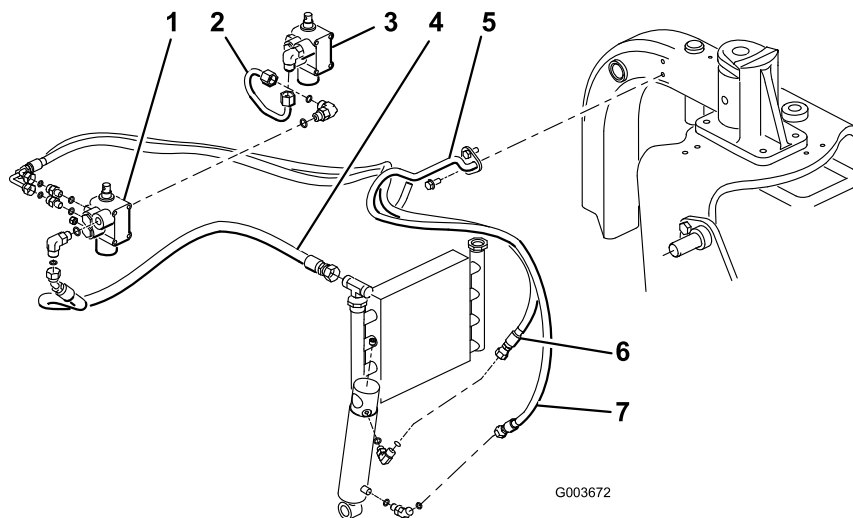

図 14
プをかぶせるとよい。キャップは、チューブ・アセンブリ（108-8447）についていた保護用のキャップを取り外して使用するとよい（図 14）。
4. 新しいバルブの左側についている90° フィッティングと既存の昇降バルブのフィッティングとを、チューブ・アセンブリ（P/N 108-8447）で接続する（図 14）。
5. 油圧ホースについている45° フィッティング（P/N 108-8449）を、バルブ側の90° フィッティングに接続し、ホース側のストレート端を空になったオイル・クーラのフィッティングに接続する（図 14）。ホースの接続については、図 15と図 16を参照のこと。
6. タップねじ2本（5/16 x 3/4 インチ）を使って、左側フレームのチューブにワイヤ・ホース・ホルダを取り付ける（図 14）。
7. 油圧ホースについている短い90° フィッティング（P/N 108-8453）を、バルブ後部の上にあるストレート・フィッティングに接続する。ワイヤ・ホース・ホルダに油圧ホースを通し、ホースのストレート端を油圧シリンダの上側フィッティングに接続する（図 14）。ホースの接続については、図 15と図 16を参照のこと。
8. 油圧ホースについている長い90° フィッティング（P/N 108-8454）を、バルブ後部の下側にあるストレート・フィッティングに接続する。ワイヤ・ホース・ホルダに油圧ホースを通し、ホースのストレート端を油圧シリンダの下側フィッティングに接続する（図 14）。ホースの接続については、図 15と図 16を参照のこと。鋭利な部分、高温部、可動部などの近くにホースを配置しないよう注意すること。